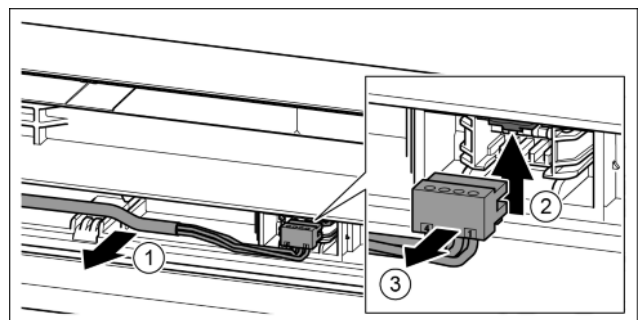

Fig. 18
- ▶ Šedý kabel opatrně uvolněte z vedení ve dveřích. *Fig. 18 (1)*
- ▶ Lamelu zatlačte nahoru. *Fig. 18 (2)*
- ▶ Opatrně vytáhněte zástrčku. *Fig. 18 (3)*